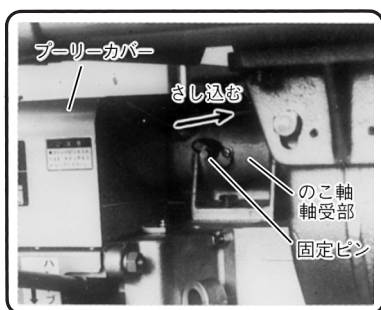

図 48
- (2) 固定ピンをのこ軸軸受部にさし込んでのこ軸を固定します。(図48)